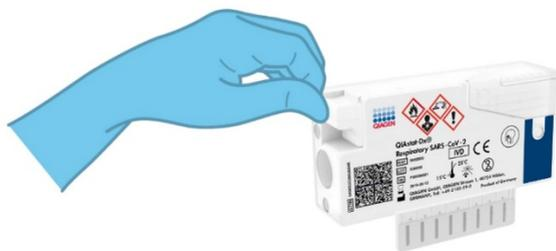

Figure 10. Fermeture du couvercle du port d'introduction des écouvillons.
7. Fermez solidement le couvercle du port d'introduction des écouvillons jusqu'à ce qu'il émette un clic (figure 10).